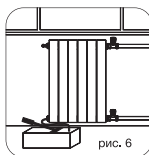

рис. 6
- 8.5. По завершению монтажных работ выполнить испытания систем отопления в соответствии с требованиями СП 73.13330.2016 «Внутренние санитарно-технические системы зданий». Гидростатическое испытание водных систем и приборов отопления должно проводиться под давлением, в 1,5 раза превышающим рабочее давление (пример рис. 6). По факту проведения испытаний составляется акт ввода системы и приборов в эксплуатацию в установленной форме.